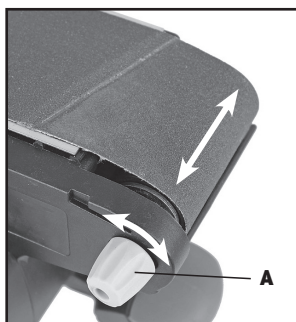

Рис. 3
- Взять устройство, включить его и перевернуть. Отрегулировать колею ленты, поворачивая регулировочный винт (А) до тех пор, пока кромка шлифовальной ленты не встанет вровень и параллельно с краем устройства (Рис. 3).